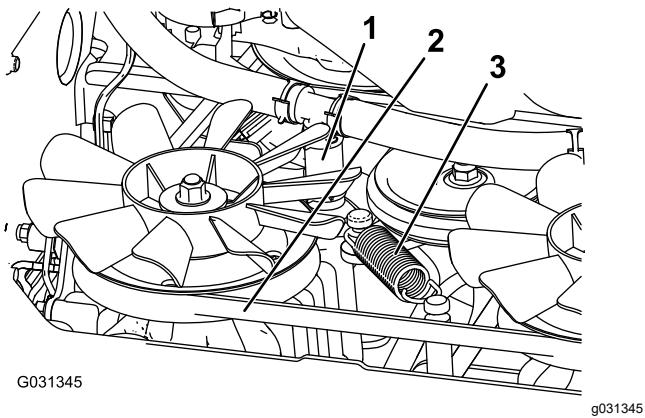

Figure 74
5. Déposez le flexible hydraulique inférieur (Figure 74).
- 6. Déposez le ressort de tension (Figure 74).
- 7. Enlevez la courroie de transmission de l'embrayage et de la butée d'embrayage (Figure 74).